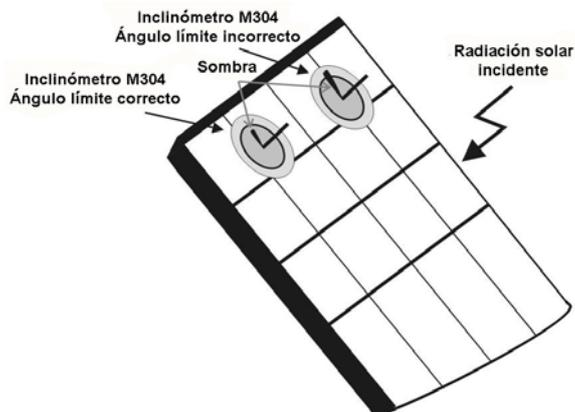

Fig. 10: Posicionamiento inclinómetro M304
18. Monte el soporte sobre el disco del accesorio M304 (inclinómetro) en dotación y apóyelo sobre la planta del módulo. **Verifique que la sombra del soporte no se proyecta sobre el disco y caiga dentro del “cerco concéntrico límite” interno al mismo disco (ver Fig. 10).** En caso contrario el ángulo entre los rayos solares y la superficie del módulo es muy elevado y muy distinto de las condiciones de prueba declaradas por el fabricante, por tanto las medidas efectuadas por el instrumento **NO** son consideradas correctas y es necesario repetir las operaciones en otro momento del día